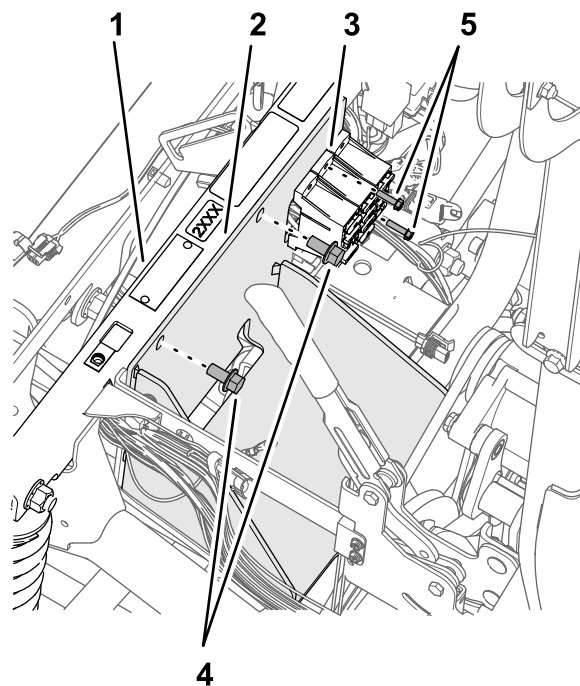

Рисунок 176
2. Установите кронштейн аккумуляторной батареи на опорную трубу амортизатора (Рисунок 176) с помощью двух болтов с фланцевыми головками ($\frac{3}{8}$ x $\frac{3}{4}$ дюйма), сохраненных после выполнения пункта 4 в разделе Демонтаж аккумуляторной батареи \(300 А\) и кронштейна аккумуляторной батареи. (страница 86).
4. Прикрепите блоки предохранителей к кронштейну аккумуляторной батареи (Рисунок 176) с помощью болта (10-24 x $\frac{3}{4}$ дюйма) и гаек (10-24), снятых при выполнении пункта 3 в разделе Демонтаж аккумуляторной батареи \(300 А\) и кронштейна аккумуляторной батареи. (страница 86).